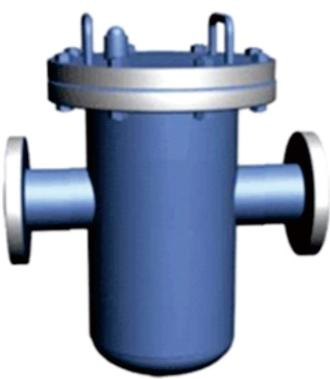

图15 篮式过滤器
- (1) 传感器应安装在便于维修，管道无振动、无强电磁干扰与热辐射影响的场所。
- (2) 水平安装传感器要求管道不应有目测可察觉的倾斜（一般在5°以内），垂直安装传感器管道垂直度偏差亦应小于5°。在不能停流的场所，应装旁通管和可靠的截止阀（见图15），测量时要确保旁通管无泄漏。